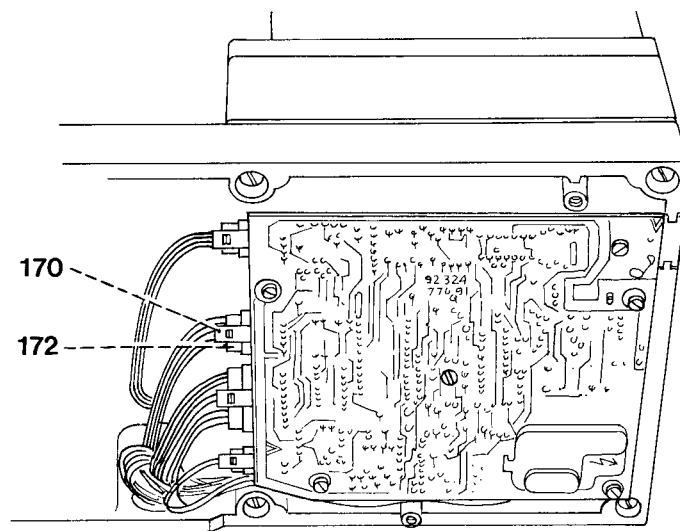

Fig.49b
- Das Fünfer-Steckergehäuse 172 von der Leiterplatten-Stiftwanne 176 abziehen (Fig. 49b).
- Das Fünfer-Steckergehäuse 172 in die Fünfer-Stiftwanne stecken (Fig. 49b).
- Pull the five-bush connector 172 out of pin receptacle 176 of the circuit board (Fig. 49b).
- Push five-bush connector 172 into the five-pin receptacle (Fig. 49b).
- Débrancher la fiche à cinq fils 172 de la prise de la carte imprimée 176 (fig. 49b).
- Rebrancher la fiche à cinq fils 172 dans la prise (fig. 49b).